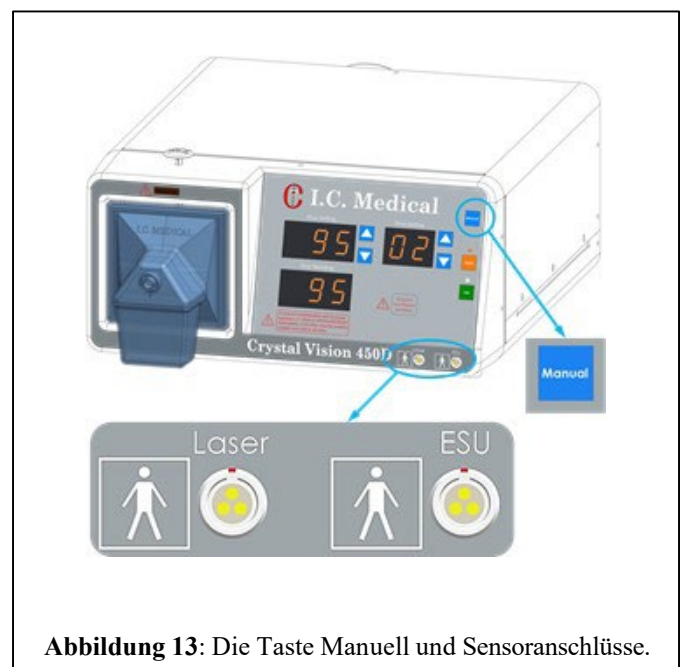

Abbildung 13: Die Taste Manuell und Sensoranschlüsse.
2. Mit der Taste MANUELL (Abbildung 13) wird das CRYSTAL VISION®-Gerät eingeschaltet, wenn der Chirurg kein raucherzeugendes Gerät aktiviert. Mit der Taste MANUELL können Sie in diesen Situationen in (LAP)-Operationen Restfahnen entfernen. Es kann verwendet werden, um Rauch und Schadstofffahne zu entfernen, wenn mehr als ein Gerät verwendet wird und nur ein Sensor verfügbar ist. Dies tritt häufig in Operationen mit Laser auf, in denen ein Sensor am Laserfußpedal angebracht ist und andere Sensoren nicht an einem elektrochirurgischen Gerät (ESU) angebracht werden können.
3. Der LASERANSCHLUSS (Abbildung 13) ist der Eingang für das LASER SENSORKABEL. In der Realität sind beide LASER- und ESU-Anschlüsse identisch und beide akzeptieren alle Standard I.C. Medical Sensorbaugruppen.
4. Der LASERANSCHLUSS (Abbildung 13) ist der Eingang für das ESU SENSORKABEL. Mit diesem Sensor kann das CRYSTAL VISION®-Gerät aktiviert werden.